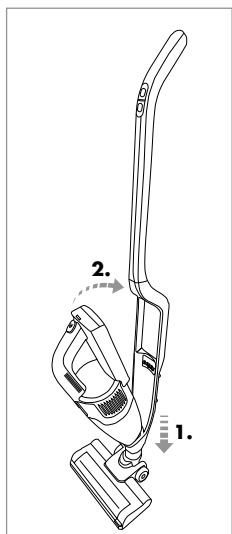

Fig. 3
- 1) For at forbinde motordelen **3** med skaftet **12**, skubbes spidsen af motordelen **3** ind i udskæringen på motordelens fordybning **14** (fig. 3).
- 2) Sæt så håndtaget **2** på motordelen **3** ind i fordybningen på motordelen **14**, så motordelen **3** går i indgreb og sidder fast (fig. 3).